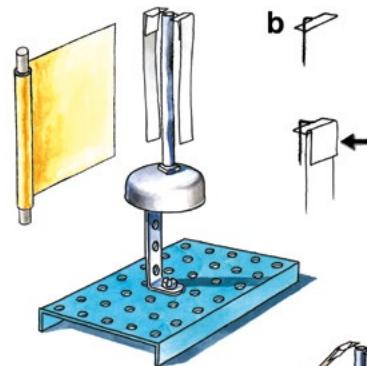

Fig. 23
1. Mit Schraube und Mutter die große, 60 x 12 mm Schelle in der Mitte des Kunststoffsockels befestigen (9).
2. Mit einer weiteren Schraube und Mutter die Glocke am freien Ende der Schelle befestigen, hierbei sollen noch 10 mm der Schraube aus der Glocke herausragen. Darauf wird 90 mm langes Alufolieröhrchen gesteckt. Die Herstellung des Röhrchens ist in Versuch 20 beschrieben. Am oberen Ende des Röhrchens werden zwei Träger aus blankem, 0,3 mm starkem Kupferdraht oder 0,2 mm dickem Konstantandraht befestigt. Der Träger ist ein 10 mm langes und 5 mm breites Rechteck, das so geformt ist, daß man es am Papierröhren befestigen kann. Die Blättchen des Elektroskops sollen aus dünnem Papier (8 x 70 mm) sein. Sie werden an den Haltern angebracht, wie in Bild 23 rechts gezeigt. Der Pfeil zeigt, wo das Papier zusammengeklebt ist.